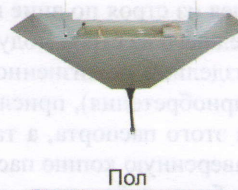

Рис. 3
4. Наденьте на выступающие держатели рабочего блока стерилизатора экранирующую крышку (рис. 3). Без экранирующей крышки модуль включать категорически **запрещается!!!**